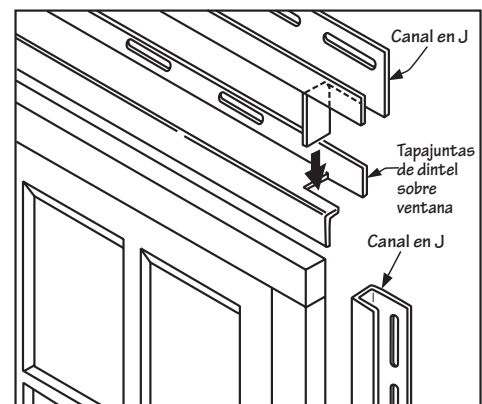

Figura 33.
- Instale tapajuntas de dintel (tapa de drenado) encima de la parte superior del marco exterior cubriendo la hoja que se aplicó previamente. Los extremos de los tapajuntas de dintel deben extenderse a los extremos de los lados del canal en J. Corte una muesca en los extremos de los tapajuntas de dintel y doblelos hacia abajo sobre los lados del marco exterior. Los tapajuntas deben ser sellados al entablado exterior y a los partes superiores del marco exterior (Figura 33).
- Corte a inglete la brida libre a 45° y doble la lengüeta hacia abajo para cubrir los miembros laterales (Figura 33). Se puede usar el mismo corte a inglete y la lengüeta en la parte inferior de la ventana, según el estado del antepecho. El canal en J debe calzar justo contra la ventana.